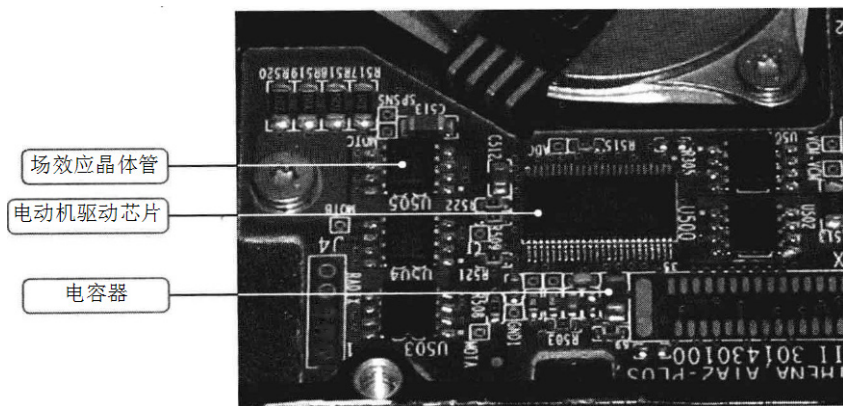

图 6-34 检查电动机驱动芯片周围元器件
(7) 如果主轴电动机工作电压不正常,接着测量电动机驱动芯片的输出电压是否正常(一般,主轴电动机驱动芯片的输出电压应该是 $4\sim 9\text{V}$)。如果输出电压不正常,再测量电动机驱动芯片的输入电压是否正常(电动机驱动芯片的输入电压一般是 3.3V , 5V 和 12V)。
(8) 如果电动机驱动芯片的输入电压正常,则可能是电动机驱动芯片接触不良或损坏,接着检测电动机驱动芯片各个引脚的对地电阻值,并与正常值比较。如果引脚对地电阻值不正常,则是电动机驱动芯片损坏。
(9) 如果电动机驱动芯片的输入电压不正常,接着检测 3.3V , 5V 和 12V 供电电路中的三极管、场效应晶体管、二极管等是否损坏。如果有损坏的,更换损坏的元器件。
(10) 如果电动机驱动芯片的输出电压正常,则可能是电动机驱动芯片周围的场效应晶体管、电容器等元器件损坏,重点检查电动机驱动芯片周围的场效应晶体管、电容器等元器件,如图 6-34 所示。
(11) 如果电动机驱动芯片周围没有损坏的元器件,则可能是电路板与电动机触点接触不良,清洁电动机触点即可。
(12) 如果通过上面的检测后,硬盘电动机还是不转,则可能是电路板中的晶振或主控芯片损坏,检查并更换损坏的元器件即可。